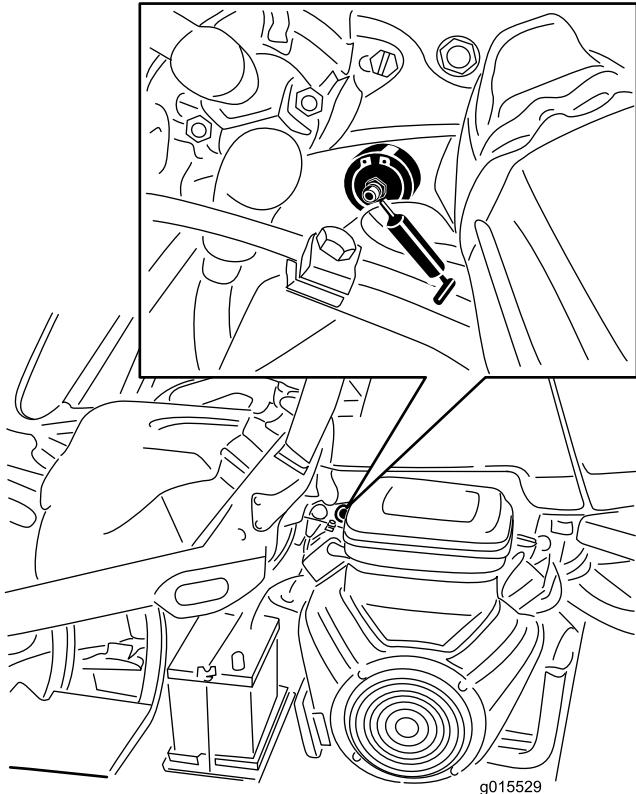

Bild 40
1. Wischen Sie die Schmiernippel ab, um das Eindringen von Fremdkörpern in die Lager und Büchsen zu vermeiden (Bild 40).